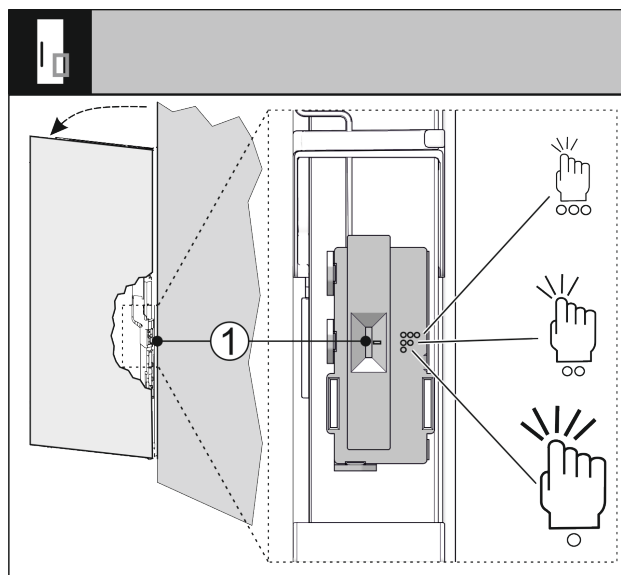

Fig. 92
Osjetljivost senzora kucanja možete namjestiti sklopkom Fig. 92 (1). Sklopka se nalazi na strani šarke na donjoj trećini vrata.
- Gurnite sklopku Fig. 92 (1) u željeni položaj sklopke.